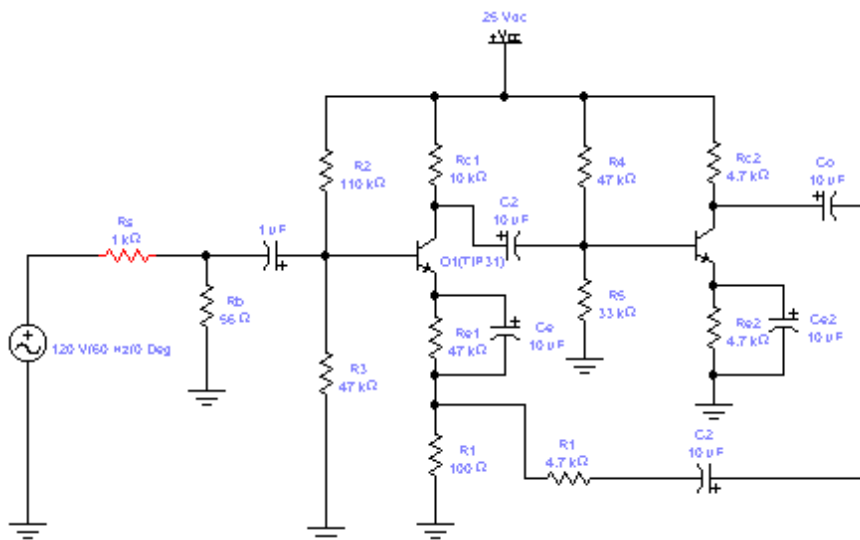

Figura 1
- Construya el circuito de la figura 1 sin conectar C2, VS y con VR1 ajustado a 100 k y VR2 ajustado a 37 k .
- Mida las ganancias de voltaje, cambiando los canales del osciloscopio en el circuito de la figura 1 y de acuerdo a la medición que se pide:
- Identifique que tipo de amplificador se tiene en la figura 1 (de voltaje, de corriente, de transconductancia o de transresistencia).
Que tipo de retroalimentación tenemos en el amplificador de la figura 1 (voltaje-serie, voltaje-shunt, corriente-serie o corriente-shunt).
Para el circuito de la figura 1 tenemos las siguientes diagramas: